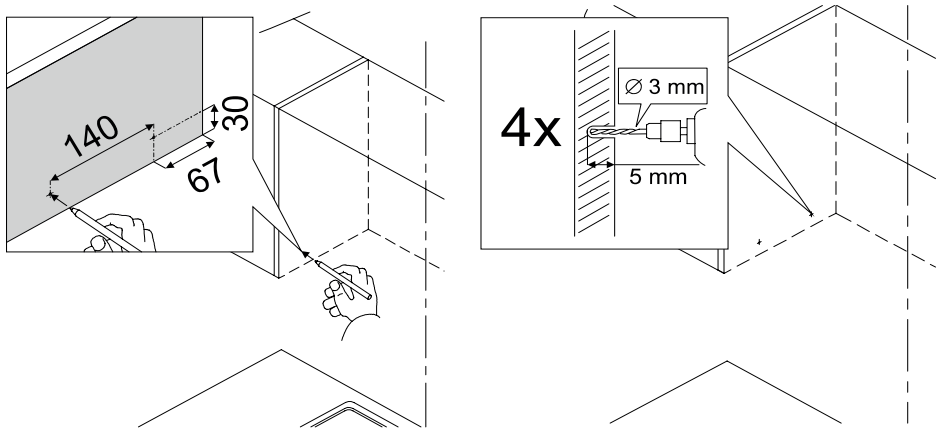

Fig.7
1. În părțile laterale ale dulapului, marcați 2 puncte de fixare pentru hotă din ambele părți, așa cum este arătat în fig.7 și faceți 4 găuri. Introduceți în aceste gauri diblurile din plastic pentru șuruburi.